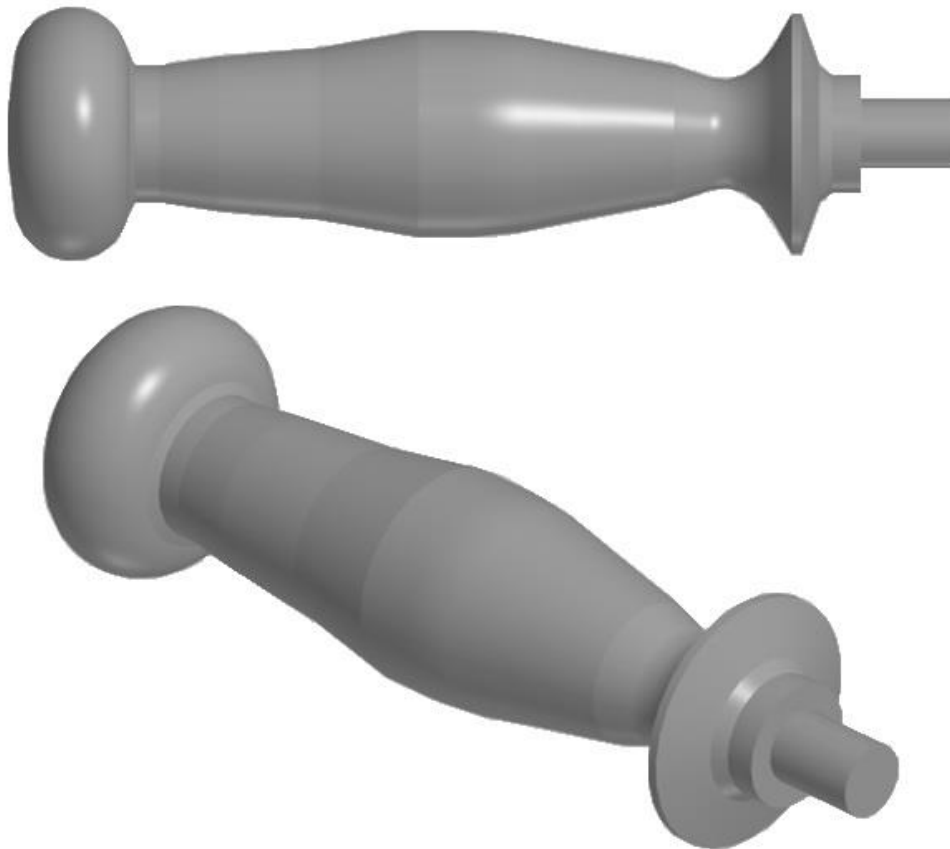

Рис. 1
- 1) По данному образцу (Рис. 1) разработайте технологическую карту (Таблица 1) для изготовления ручки напильника.